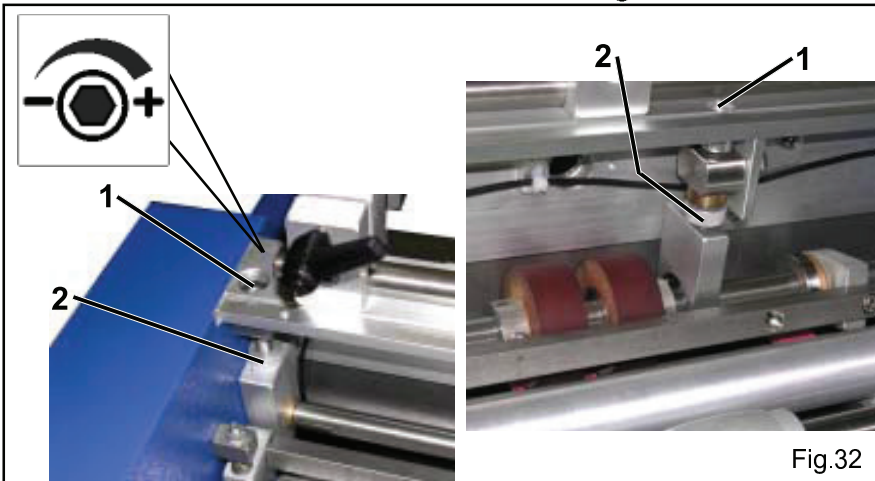

Fig.32
2.12f Regolazione asse cinghie di prelievo (Fig.32)
2.12f Taking Belts Axis Adjustment (Fig.32)
2.12f Einstellung der Achse der Entnahmeriemen (Abb. 32)